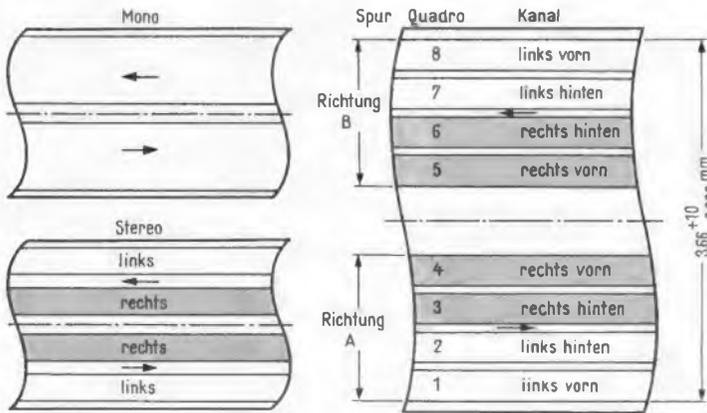

Bild 1. Spuraufteilung für Mono-, Stereo- und Quadrofonie in der Compact-Cassette von Victor.
2) Und noch eine Fußnote zu dieser reichlich schmalspurigen Zukunftsmusik: Nicht genug damit, daß das „1/8-Zoll“-Band in Wirklichkeit nicht 3,17 mm, sondern 3,81 mm breit ist, hieß es in einer ersten Veröffentlichung (Radio Electronics 2/71) über die angekündigte Quad-Cassette von Philips, sie sei mit einem Band von 3,66 mm Breite ausgestattet, und die Spurbreite sei je 0,2 mm. Weiter legen nicht (wie im Victor-Vorschlag) die Frontkanäle auf den inneren Spuren, sondern die rückwärtigen. Inzwischen hören wir aber von Philips, daß die Breite des CC-Bandes auf jeden Fall doch 3,81 mm beträgt. — Dafür hat sich, um die Verwirrung zu vergrößern, bei Victor — gegenüber einer ersten Verlautbarung — die Spurbreite von ebenfalls 0,2 mm auf 0,25 mm gesteigert, die Spurbstände von zunächst 0,2 auf 0,13 mm und von 0,68 auf 0,75 mm verändert. Diese neuen (und vorläufig letzten) Werte sind in Bild 1 eingetragen.